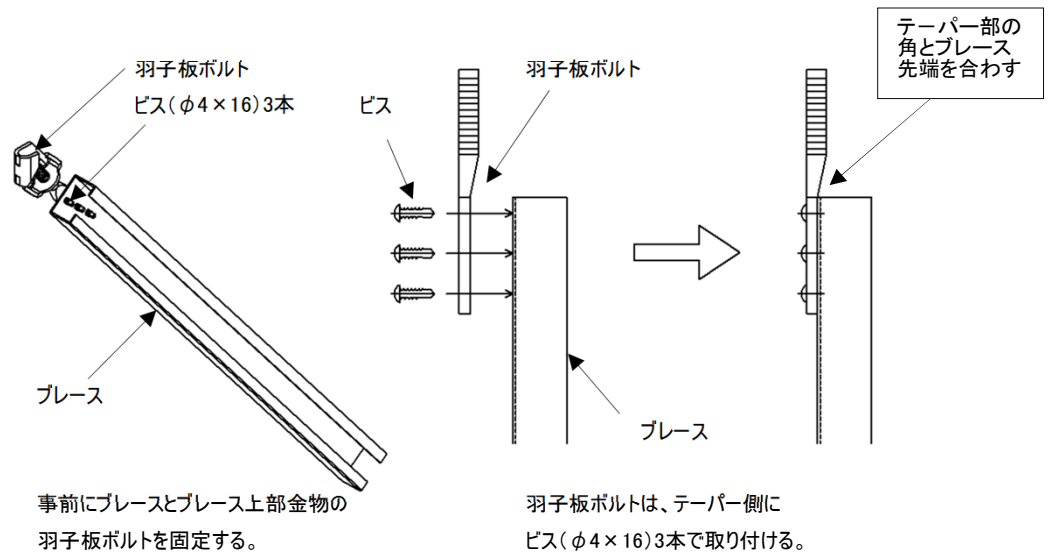

図 2-10 ブレースと上部金物取付け詳細
- ① ブレースとブレース上部金物(NWD-C1745)の羽子板ボルトは、強度確保のために取付け位置が制限されており、φ4ビス(3本)で止め付ける。(図2-10、2-11参照)